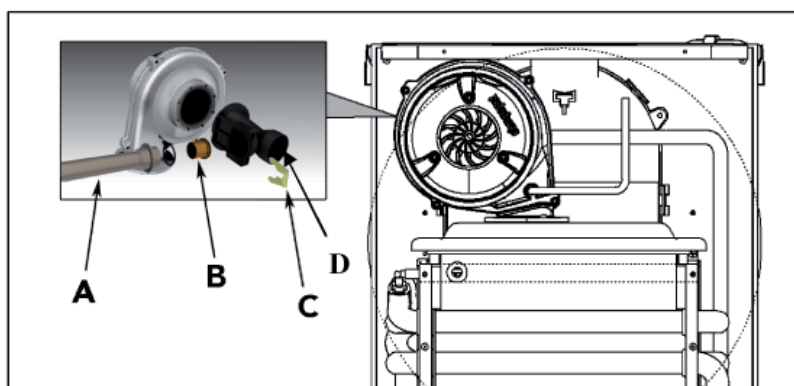

Abb. 49
- Entfernen Sie die Sicherungsfeder "C" vom Gasrohr "A" und ziehen Sie das Gasrohr aus der Führung (Detail Abb. 49 ,50 + 51)